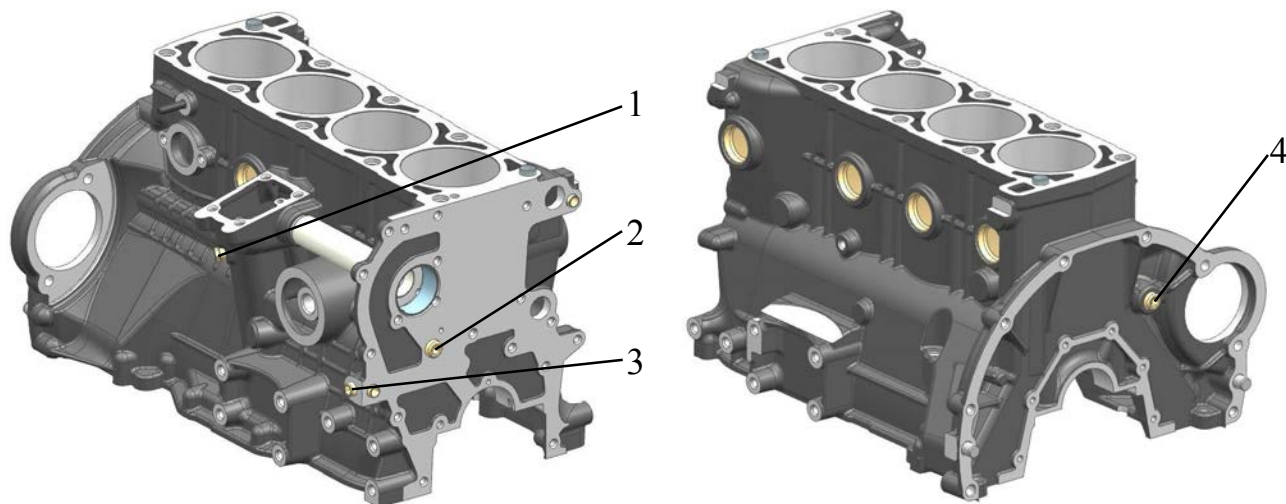
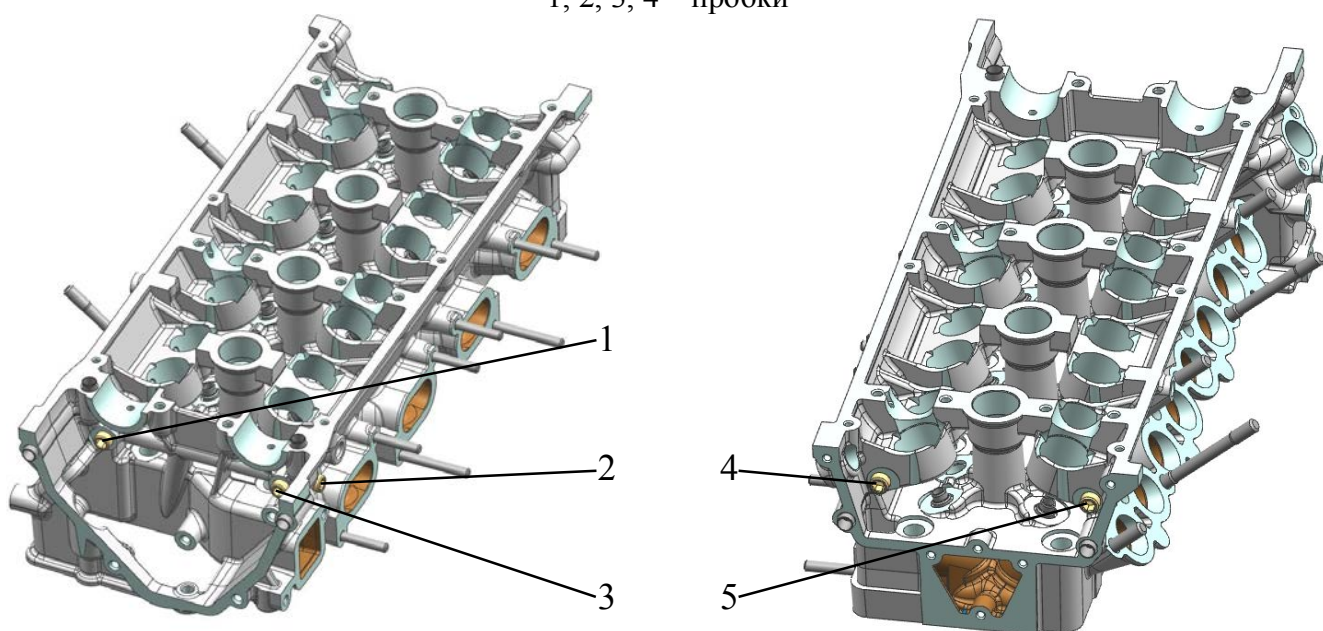

Рис.104. Пробки масляных каналов блока цилиндров:
Рис.105. Пробки масляных каналов головки цилиндров:
**3.** Вывернуть пробки масляных каналов блока 1, 2, 3, 4 (рис.104) и головки цилиндров 1, 2, 3, 4, 5 (рис.105) и продуть все масляные каналы сжатым воздухом. Завернуть пробки на место.